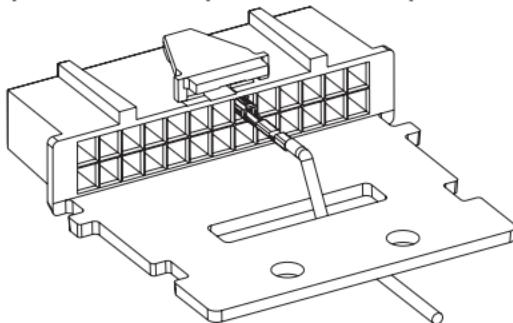

Figura 2a. Elemento para aliviar tensiones del cable
- Coloque el cable con el terminal de contacto a través del conector, tal como se indica en la *Figura 2a*, o en el caso de aplicaciones con varios accesorios conectados a la radio móvil, coloque el cable como se indica en la *Figura 2b* y sujetelo con un precinto después de completar el paso 3.